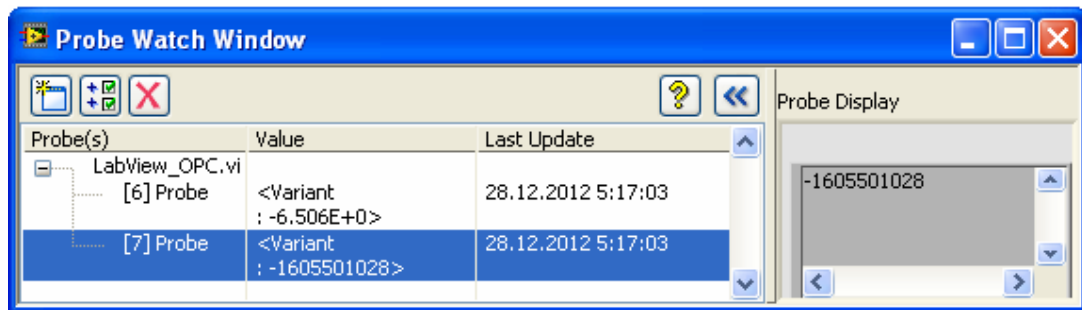

Рис. 5. Отображение переменной клиента LabView в точке “Probe”.
3. Проверьте работоспособность схемы, сравните с результатами Рис. 5 и Рис. 6.